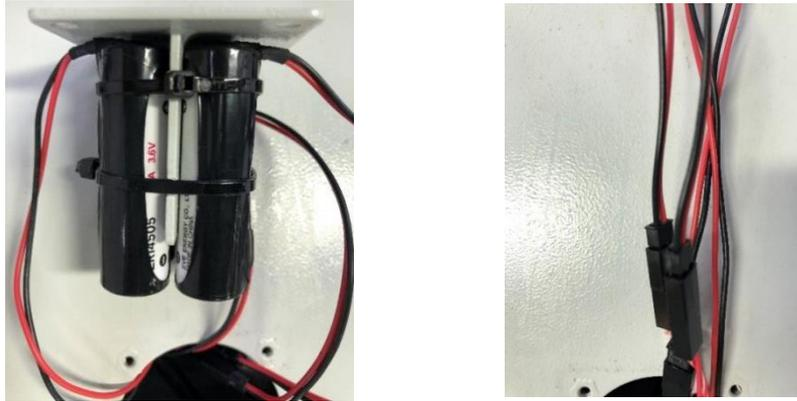

图 4-4 编码器电池维护图
- 3) 移除固定编码器电池固定支架的 4 颗螺丝，用剪钳剪断固定旧电池的扎带，将电池取出并断开电池插头，如图 4-4 所示。